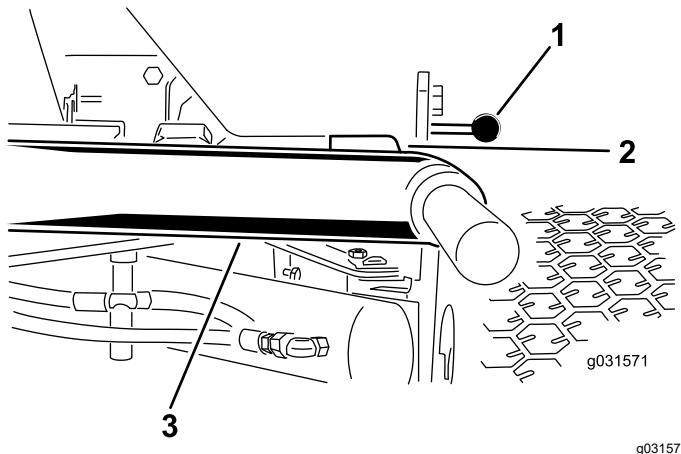

Рисунок 12
- Запустите двигатель, поднимите режущие блоки и убедитесь, что зазор между каждым подъемным рычагом и кронштейном панели пола составляет от 5 до 8 мм, как показано на Рисунок 12.